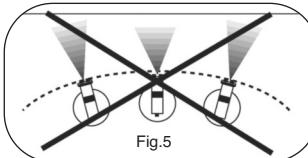

Fig.5
- 2) Controllare il movimento da sinistra a destra con il braccio, non con il polso, per far sì che la vernice si distribuisca in modo uniforme sull'intera area (Fig.5).